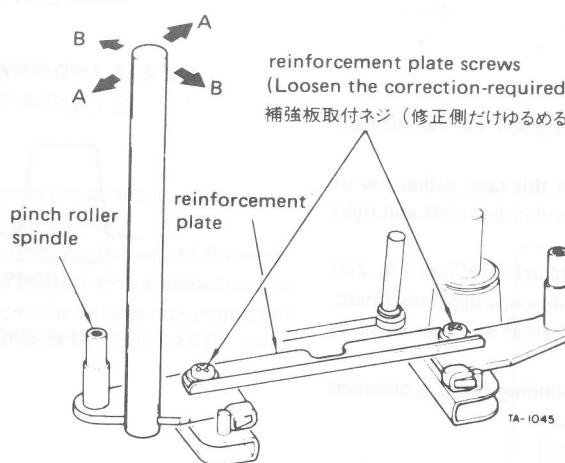

Fig. 2-15 Pinch roller/capstan alignment
3. If not parallel, loosen the reinforcement plate screw near the correction-required side (Refer to Fig. 2-15), then correct tilt of pinch roller spindle using correction jig. (Part No. 573600100). Adjustment can be done by tilting correction jig in direction of arrow A or A'.
5. If needed, adjust by tilting correction jig in direction of arrow B or B' in Fig. 2-15.
2. If necessary, adjust pinch roller alignment as shown in Fig. 2-15.
- 3.平行でない場合は、調整棒を使用して図2-15に示す、A又はA'方向にピンチ・ローラ軸の傾きを修正する。(調整棒は出来るだけピンチ・ローラ軸に近い位置にセットして下さい)。(調整棒 品番573600100)
平行でない場合は、調整棒を使用して図2-15に示すB又はB'方向にピンチ・ローラ軸の傾きを修正する。
- 2.もし変化する場合は図2-15の方法でピンチ・ローラ軸の傾きを微調整する。